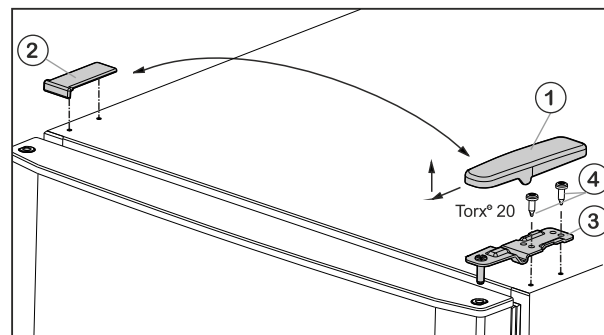

Fig. 6
- ▶ Kryt Fig. 6 (1) odoberte smerom dopredu a hore.
- ▶ Kryt Fig. 6 (2) nadvihnite.
- ▶ Hornú ložiskovú konzolu Fig. 6 (3) odskrutkujte (2 x Torx® 20) Fig. 6 (4) a odoberte smerom hore.
- ▶ Vrchnú ložiskovú konzolu Fig. 6 (3) nasadte na novej strane závesu do dverí.
- ▶ Hornú ložiskovú konzolu **pevne (pomocou krútiaceho momentu 4 Nm)** priskrutkujte (2x Torx® 20) Fig. 6 (4). V prípade potreby použite akumulátorový skrutkovač.
- ▶ Kryt Fig. 6 (1) nasadte na opačnú stranu zvonka a zaklapnite.
- ▶ Kryt Fig. 6 (2) nasadte vždy na opačnú stranu zhora a zaklapnite.